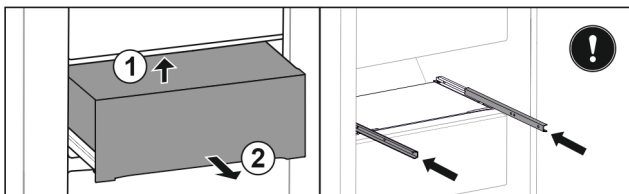

Fig. 143
- ▶ 从后下方抬起抽屉。 Fig. 143 (1)
- ▶ 朝前取出抽屉。 Fig. 143 (2)